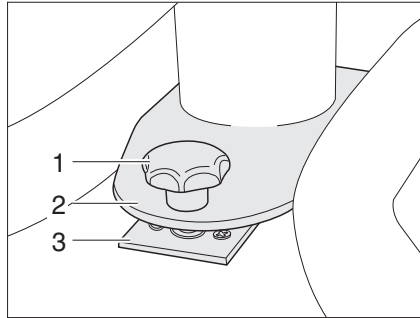

Fig. 79 Bloqueo mesa fija
- Colocar la mesa fija con la placa con agujero (Fig. 79,2) sobre la sujeción (Fig. 79,3).
- Desplazar la mesa fija de tal manera que el tornillo de sujeción (Fig. 79,1) pueda atornillarse en la sujeción (Fig. 79,3).